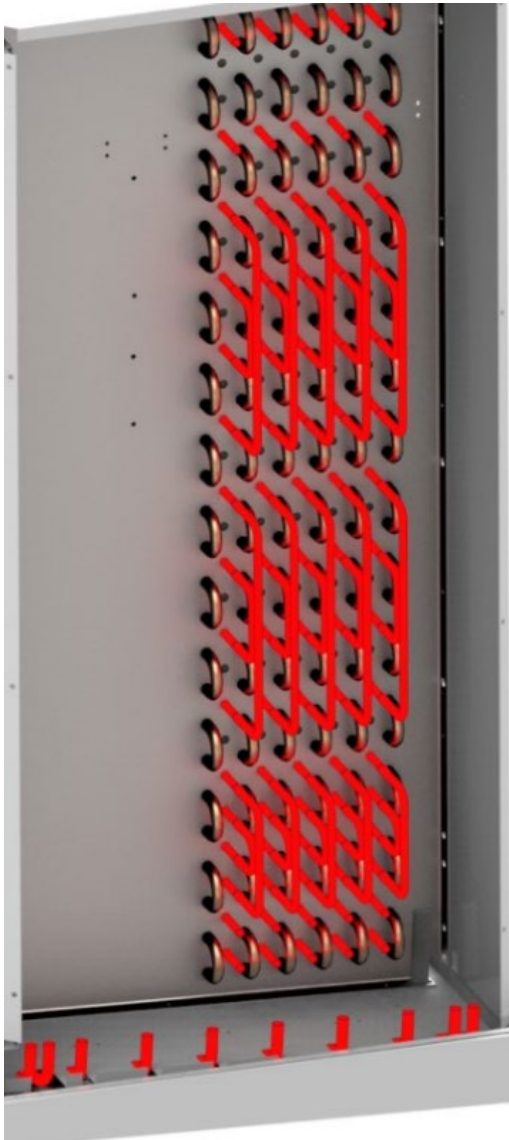

Abbildung 4: Abtaurohre Glykol (**rote Markierung**)
- zusätzliche Verrohrung im Wärmeübertrager für Glykol zwischen den kältemittelführenden Rohren (s. **rote Markierung** in Abbildung 4)